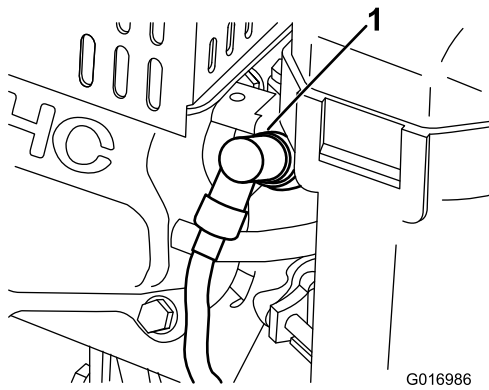

Bild 26
- Ziehen Sie den Zündkerzenstecker ab (Bild 26).